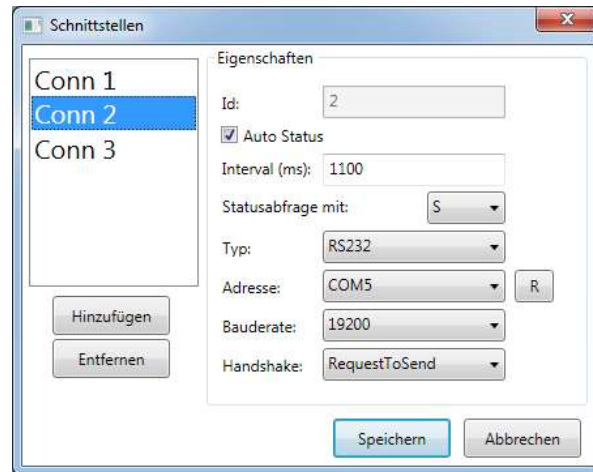

Bild 19 - Schnittstellen, RS232
- **RS232** (siehe Bild 19 - Schnittstellen, RS232):